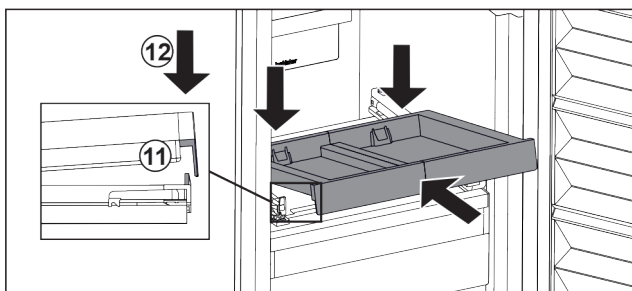

Fig. 22
- ▶ Inșerați-l oblic. Aveți în vedere ca opritorul să fie în spatele lamei pe ambele părți. Fig. 22 (11)
- ▶ Depuneți raftul extractibil în față. Fig. 22 (12)